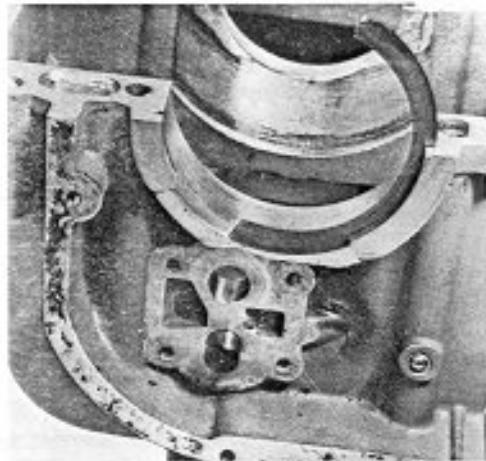

Fig. 156
- Installare l'albero motore nel semicarter inferiore avendo cura di disporlo correttamente. Accertarsi che i semianelli di posizionamento dei cuscinetti siano inseriti nelle loro cave (Fig. 156).
- Install the crankshaft in lower crankcase half, taking care to properly locate it. Make sure that the bearing retaining clips are installed in their grooves (Fig. 156).